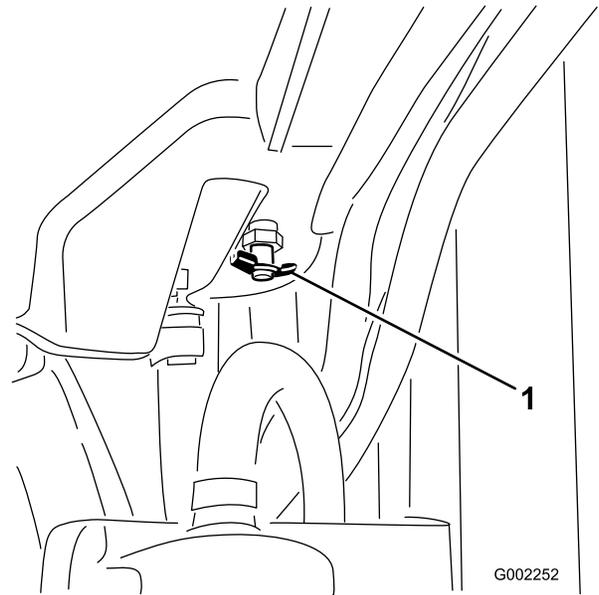

Figura 94
4. Abra la válvula de vaciado y deje que el refrigerante se drene en el recipiente (Figura 94).
5. Cierre la válvula de vaciado (Figura 94).